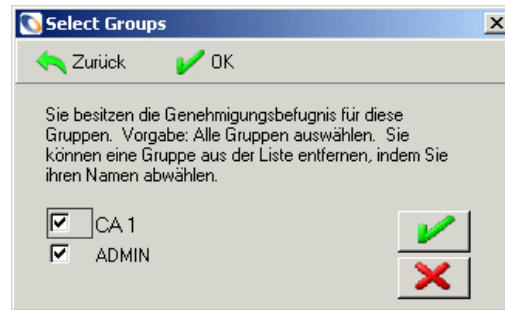

Abbildung 10-68: Genehmigungsgruppen-Mitgliedschaft
- 2 Klicken Sie auf **Zur Genehmigung**. Abbildung 10-68 zeigt ein Dialogfeld, in dem Ihre Genehmigungsgruppen aufgeführt werden.